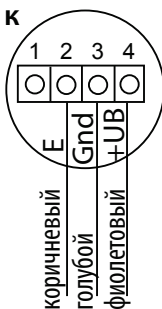

Рис. 12
2. Схема подключений контактов в датчике дана на Рис.12.